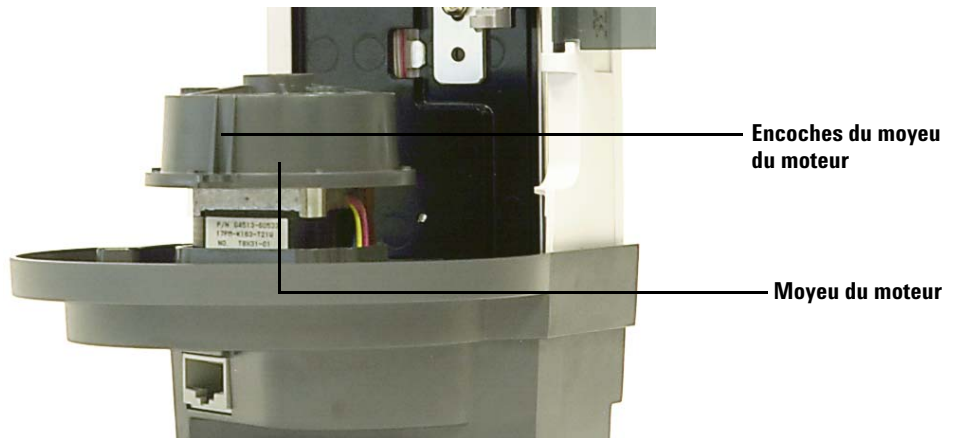

Figure 98 Encoches du moyeu du moteur orientées vers l'extérieur
- 9 Tournez le moyeu du moteur de sorte que les encoches du moyeu soient orientées vers l'extérieur (Figure 98).